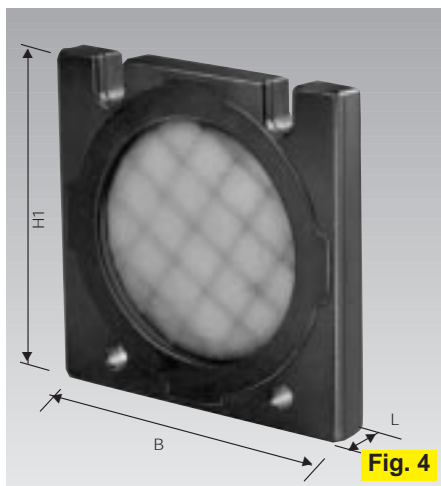

Fig. 4
**Module filtre** pour la protection anti-encrassement des appareils aval. Fig. 4